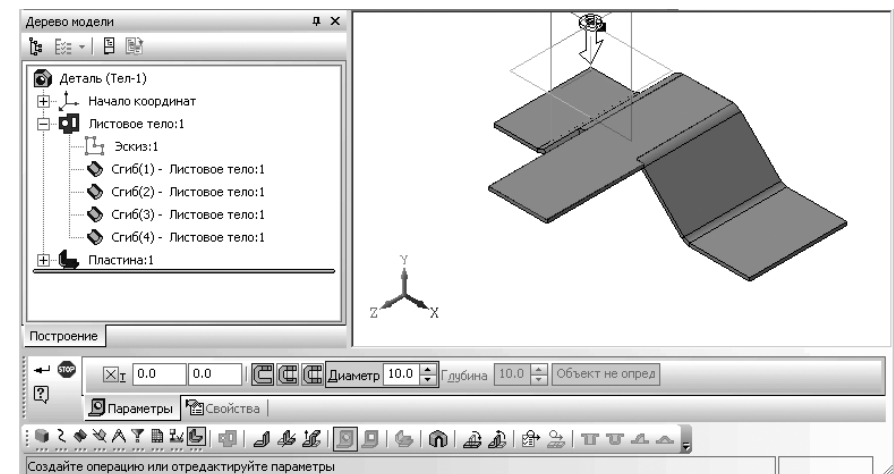

Рис. 7.55. Фантом создаваемого отверстия и **Панель свойств: Отверстие**
- щелкните в **Компактной панели** в панели инструментов по кнопке – **Отверстие в листовом теле**. Появится **Панель свойств: Отверстие** и фантом изображения создаваемого отверстия. Стрелкой показывается направление выдавливания. Это направление, а также глубина выдавливания определяются системой автоматически. По умолчанию центр отверстия размещается в начале локальной системы координат выбранной грани. Это состояние системы показано на рис. 7.55;